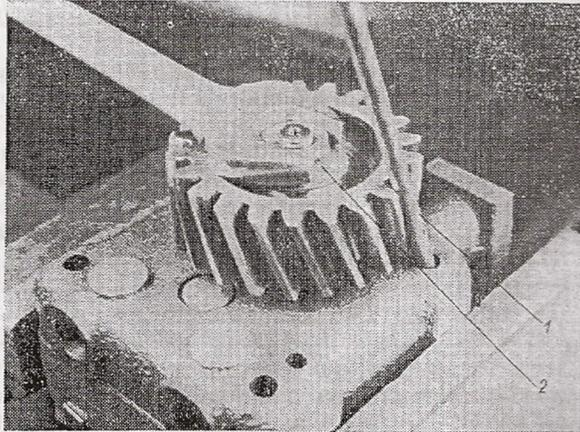

Fig. 15
2. Défreiner l'écrou et freiner le pignon (fig. 15) en introduisant la goupille (fig. 15/1) dans les orifices ménagés dans la pompe.
3. Dévisser l'écrou M 10 (fig. 15/2), déposer le frein d'écrou et retirer le pignon hors de l'arbre.